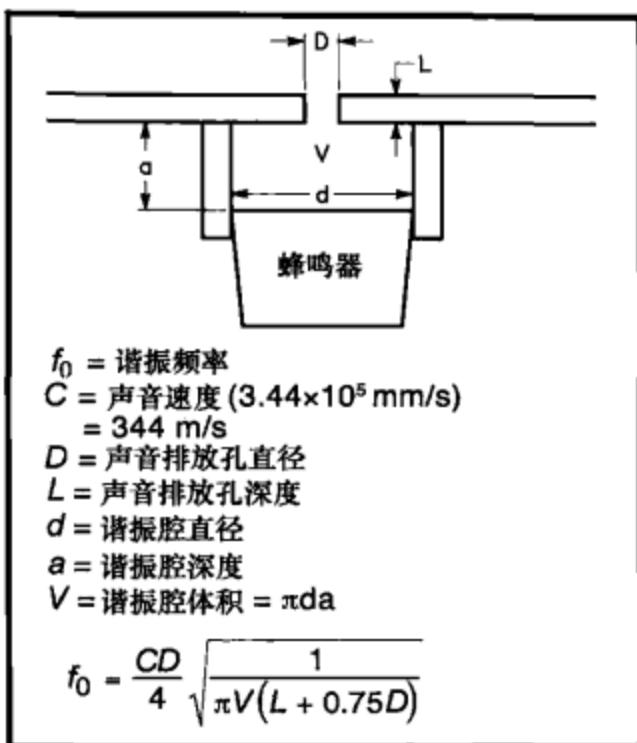

图 1-19 制作增加响度、改善音质的共振腔的基本方法。谐振频率 (f_0) 应该为压电蜂鸣器频率的两倍才能增加声音压力。不要把尺寸 D 做得太小，否则会增加声音阻力。公式为起始点。反复试验才能获得最佳效果(见正文)。除注明之外，单位为 mm。
要改善蜂鸣器的音调和响度就把蜂鸣器放到 Helmholtz 谐振腔内（有些压电蜂鸣器的谐振腔产生的音调不纯）。这种谐振腔是桶状或者管状的。笔者采用的每个谐振腔都能够使蜂鸣器的声音很响而且清脆，图 1-19 介绍了设计谐振腔的方法，如果觉得数学公式感觉太难，那就换个简单的谐振腔。用一个半英寸的 PVC 水管的管接头，在一端钻一个 3mm 的孔，效果也不错。笔者把孔周围的材料磨薄（这等于缩小了 L），调整距离 (A) 使声音最大。当管状谐振腔的频率是压电蜂鸣器频率的 2 倍时，效果最好。